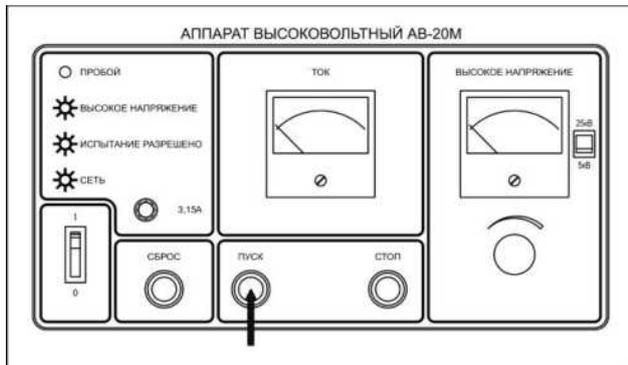

Рис. 5
7.3. Нажмите кнопку «ПУСК» (рис. 5).